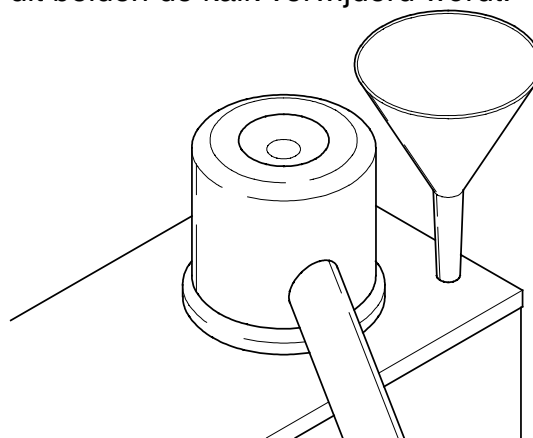

Fig. 8
5. Giet met behulp van de bijgeleverde trechter water in het ontsteningsgat (fig. 8). Bij B5 en B10 1,5 l, bij B20 3,5l en bij B40 4,5l.
6. Haal het stopje uit de vulopening boven op de zuil. Giet deze ontkalkingsoplossing met behulp van de bijgeleverde trechter in de vulopening (zie fig. 8).